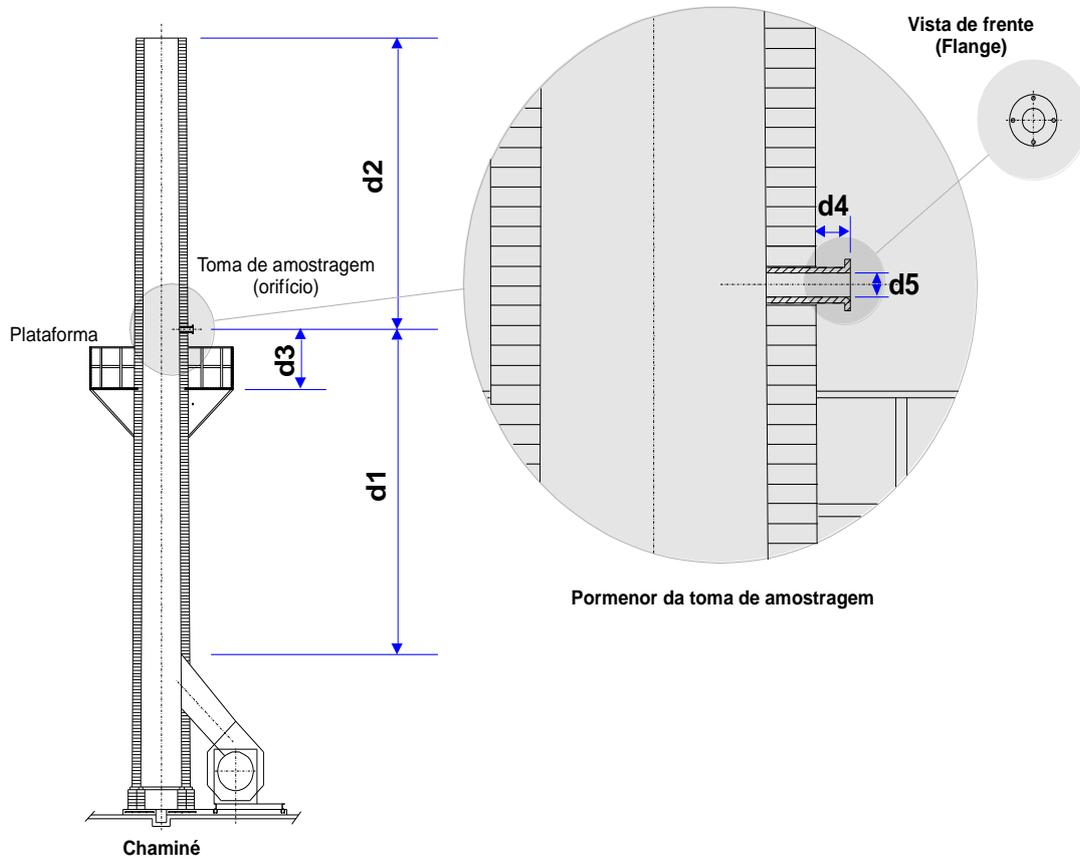

Figura 1 - Localização da secção de amostragem
Assim, a sua localização (Figura 1) na chaminé em estudo deverá estar situada, relativamente a quaisquer fontes de perturbação do efluente gasoso (provocadas por acidente de tubagem tais como curvas, venturis e condutas de admissão e saída), de forma a satisfazer as seguintes condições:
- ii) a distância d_2 até à perturbação a jusante deve ser, pelo menos, 2 vezes o diâmetro interno da secção (5 vezes no caso de ser a saída para a atmosfera como na Figura 1);